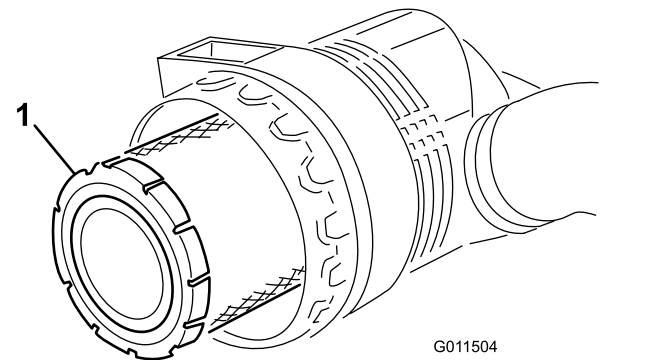
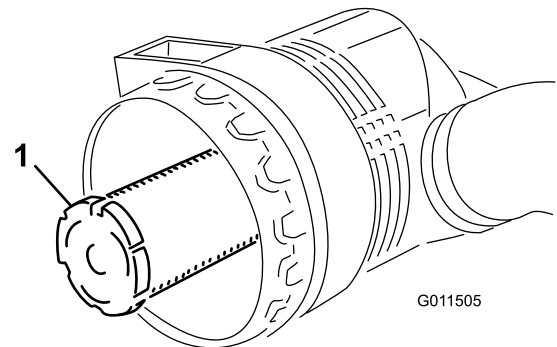

Figure 72
Figure 73
3. Déposez le préfiltre (Figure 72). Il est déconseillé de nettoyer les éléments usagés car cela risque d'endommager le matériau du filtre. Vérifiez que l'élément de rechange n'a pas été endommagé pendant le transport. Vérifiez l'extrémité d'étanchéité du filtre et du boîtier. N'utilisez pas l'élément s'il est endommagé. N'enlevez pas l'élément de sécurité (Figure 73).
Important: N'essayez jamais de nettoyer l'élément de sécurité (Figure 73). Remplacez-le une fois sur trois, quand vous effectuez l'entretien du préfiltre.
4. Remplacez le préfiltre (Figure 72).